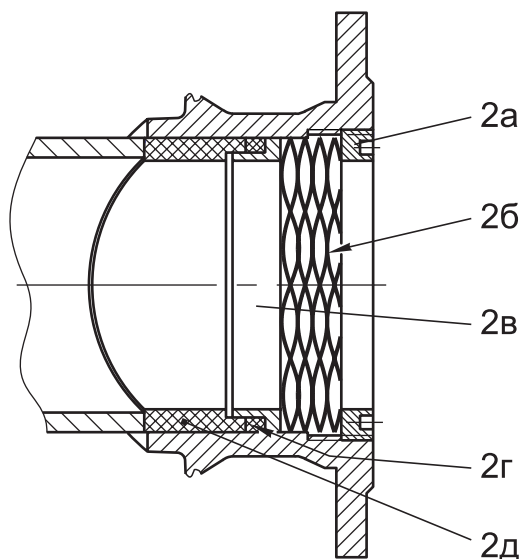

Рис. 2
4.4.3 Регулировка пропуска газа (рис. 2).